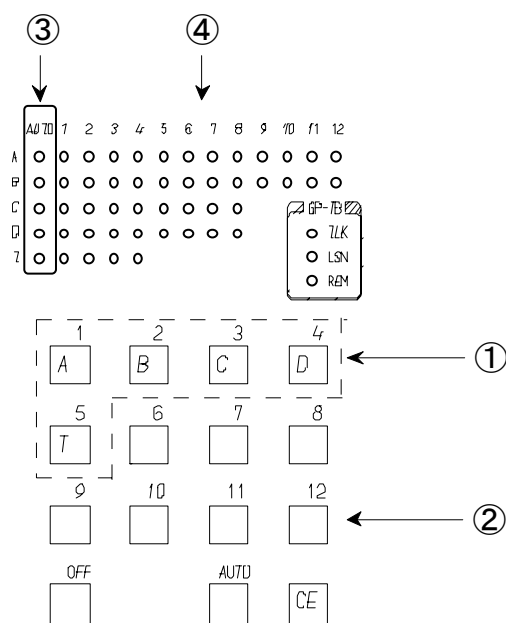

図 6-1
本器は、GP-IBによるリモート状態であってもスイッチによる操作が常に有効となっています。操作方法は、まずキートップに書かれているA,B,C,D,T(図6-1の①)のどれかを押すと、選択対象のAUTOのLEDが点滅します。
次に、スイッチの上にかかれているシルク印刷に従ったチャンネル(図6-1の②)を選択しチャンネルを決定します。
GP-IBのリモートを有効にする場合には、A,B,C,D,T(図6-1の①)のどれかを選択しAUTOスイッチ(図6-1の②)を押す事で決定されます。